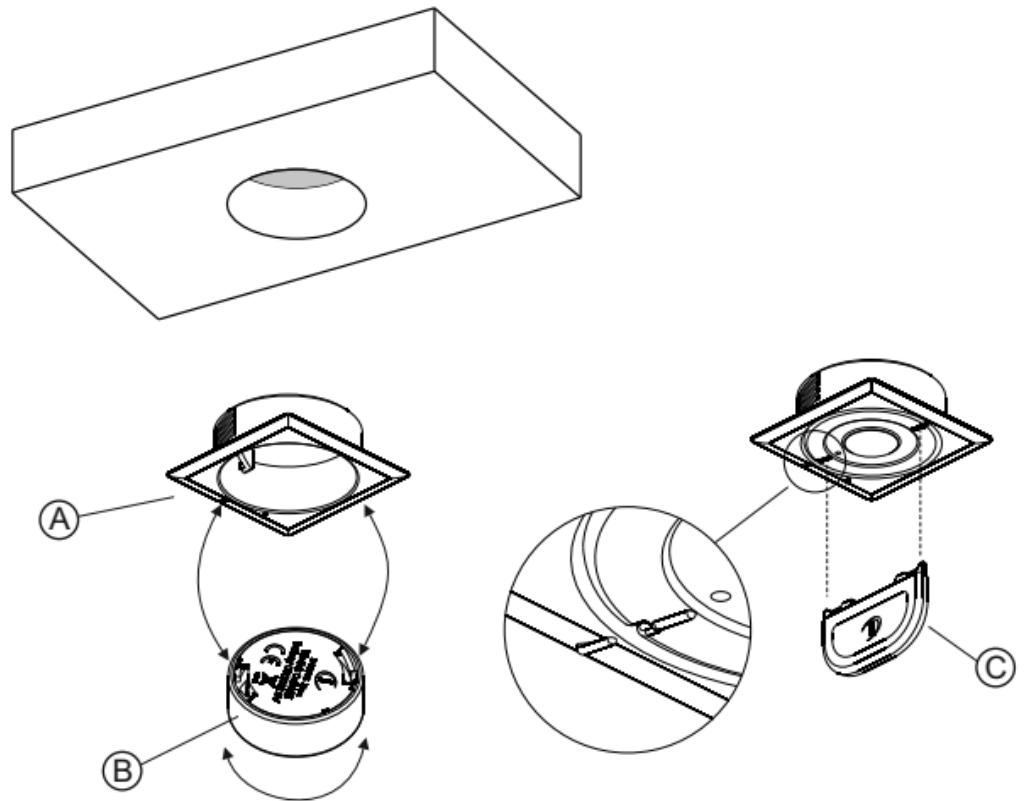

Fig.1
- Battery mod. CR2450 (3V) lithium (Fig.1).
**INSTALLATION (Fig.1):**
- Insert the support (A) in the hole (Fig.1).
- Fit the PIR WI-XD (B) into the support (A) rotating clockwise until the notches (fig. 1) match, using the special key (C) supplied
- Batterie Mod. CR2450 (3V) Lithium (Abb.1).
**INSTALLATION (Abb.1):**
- Die Halterung (A) in die Bohrung (Abb.1) einsetzen.
- Den PIR WI-XD (B) in die Halterung (A) legen und im Uhrzeigersinn drehen, bis die Bezugsmarkierungen (Abb.1) mithilfe des mitgelieferten Splints (C) übereinstimmen.